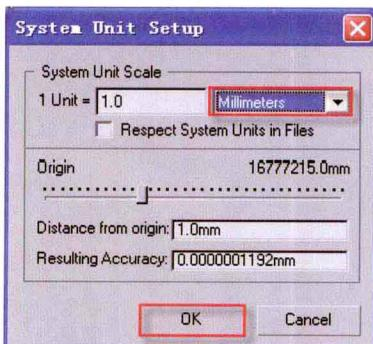

图1-2
② 设置好显示单位之后,同时也需要将系统单位与显示单位统一,在Units Setup(单位设置)面板中,单击System Unit Setup(系统单位设置)按钮,弹出System Unit Setup(系统单位设置)对话框,将System Unit Scale(系统单位比例)设置为Millimeters(mm),如图1-2所示。